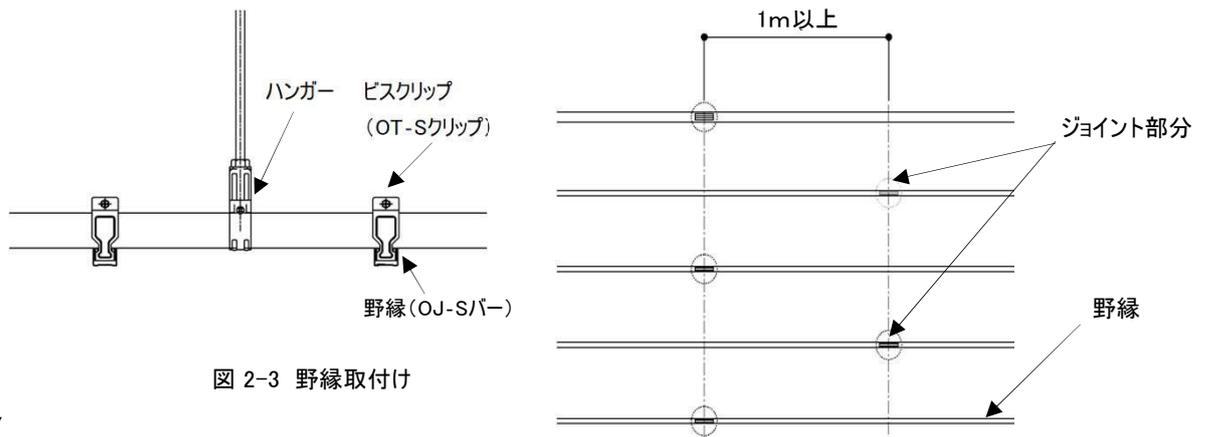

図 2-3 野縁取付け
- ・天井仕上材より決められた野縁のピッチを野縁受けに墨を出し、ビスクリップで野縁を取り付ける。(図2-3 参照)
- ・接続部分はジョイント金物を使用し、野縁や野縁受けの隣り合うジョイントの位置は、互いに1m以上離し、千鳥状に配置する。(図2-3 参照)